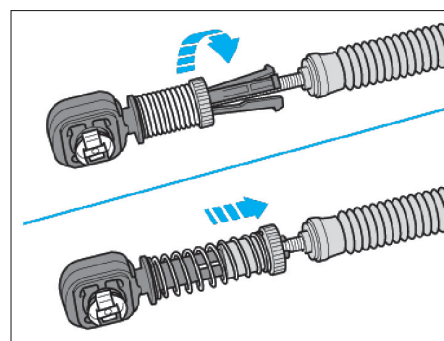

Fig. 16
- Sur chaque câble, tourner maintenant le mécanisme de sûreté vers la gauche jusqu'en butée (Fig.16).
- Remettre la pigne (2) dans sa position initiale.